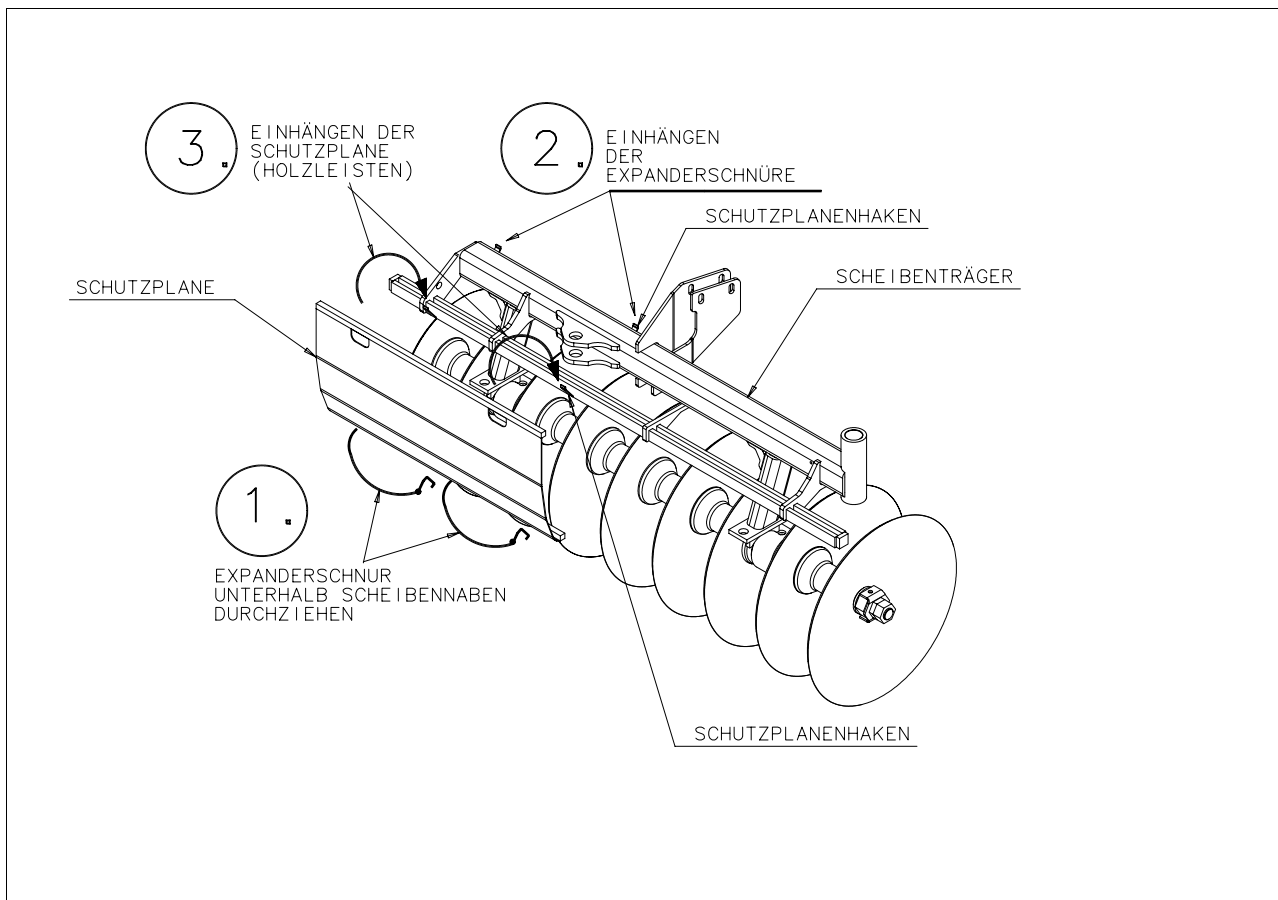

Fig. 6
- Schutzplanen aus der Haltevorrichtung unterhalb des Rahmenhecks entnehmen und mit Hilfe der Spanngummis entsprechend (Fig. 6) an den Scheibensegmenten befestigen!